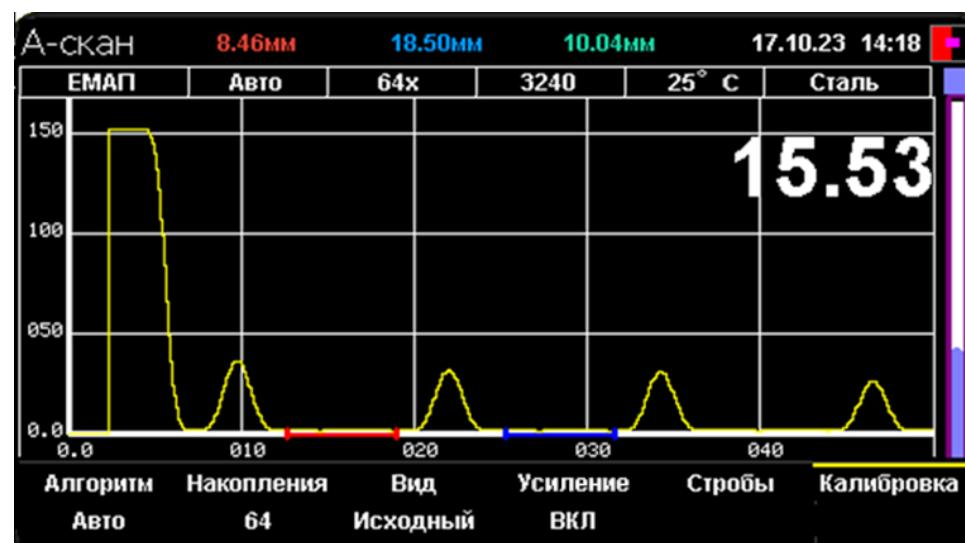

Рисунок 2.3 – Контекстное "OK" меню
«А-скан» (Рисунок 2.3), нажав на кнопку .
3.2.3 Настроить А-скан и стробы с помощью Контекстного меню (Рисунок 2.3, порядок работы с Контекстным меню описан в пп. 2.4.2 - 2.4.5):